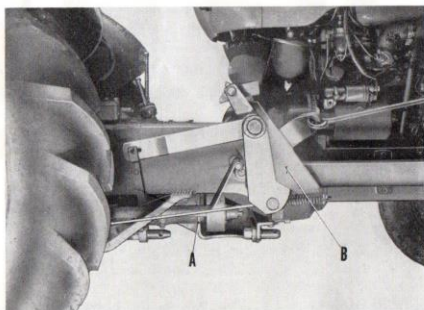

Fig. 1
Le montage initial de la faucheuse est normalement effectué par le Concessionnaire. Toutefois, pour des raisons de commodité, l'utilisateur pourra être amené à la déposer partiellement. Cette opération est très simple et très rapide, le boîtier d'engrenages A restant à demeure sur le tracteur ainsi que l'ensemble (B, fig. 1). Le câble de relevage peut également rester monté sans gêner pour l'utilisation du relevage hydraulique.
- Déposer, si nécessaire, le câble de commande du relevage. Pour cela, enlever l'épingle de l'axe sur le bras de relevage droit, puis l'écrou et le contre-écrou le fixant à l'avant au levier de renvoi (voir fig. 1). Sortir ensuite le câble de la poulie; pour cela, enlever l'épingle et tirer l'axe.